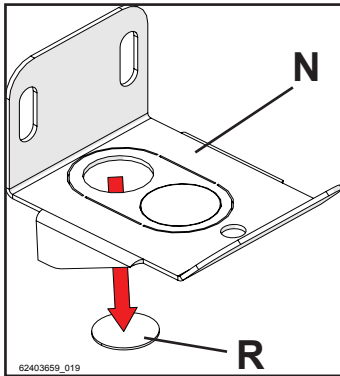

Figure 5-47
- 5.- Retirer le disque prédécoupé « R » de l'étrier de fixation « N », comme indiqué sur la Figure 5-47;